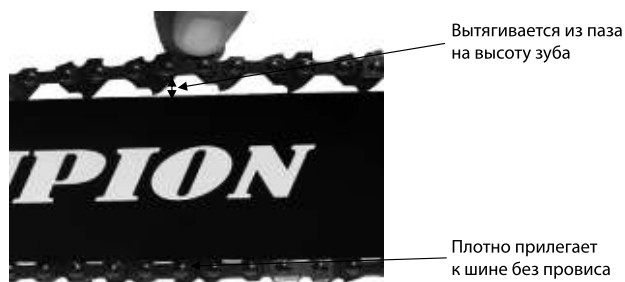

Рис.6
3. Проверьте натяжение цепи (Рис.6).